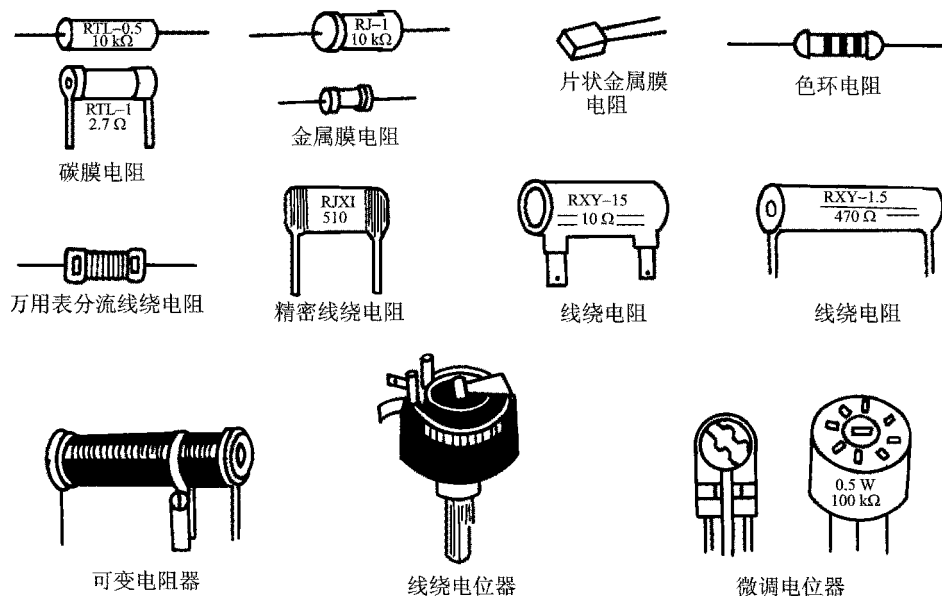

图 1-14 常用电阻器
1. 导体对电流所呈现出的阻碍作用。不仅金属导体有电阻,其他物体也有电阻。常用电阻器如图 1-14 所示。